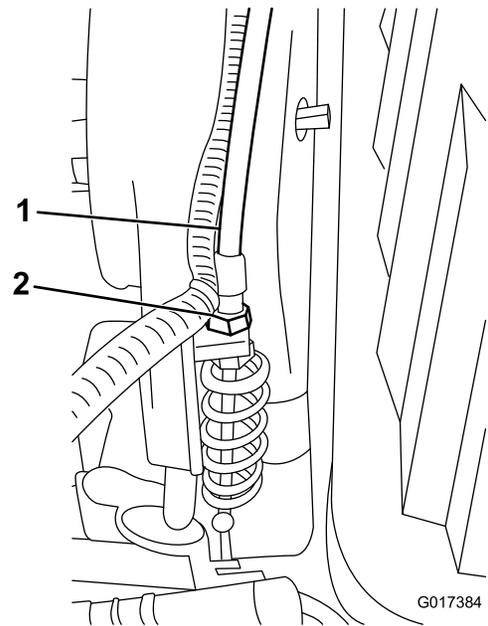

Figura 46
3. No anteparo da transmissão, ajustar o cabo de controlo do cilindro (Figura 46) para atingir um comprimento de mola de 70,6 a 72,4 mm.